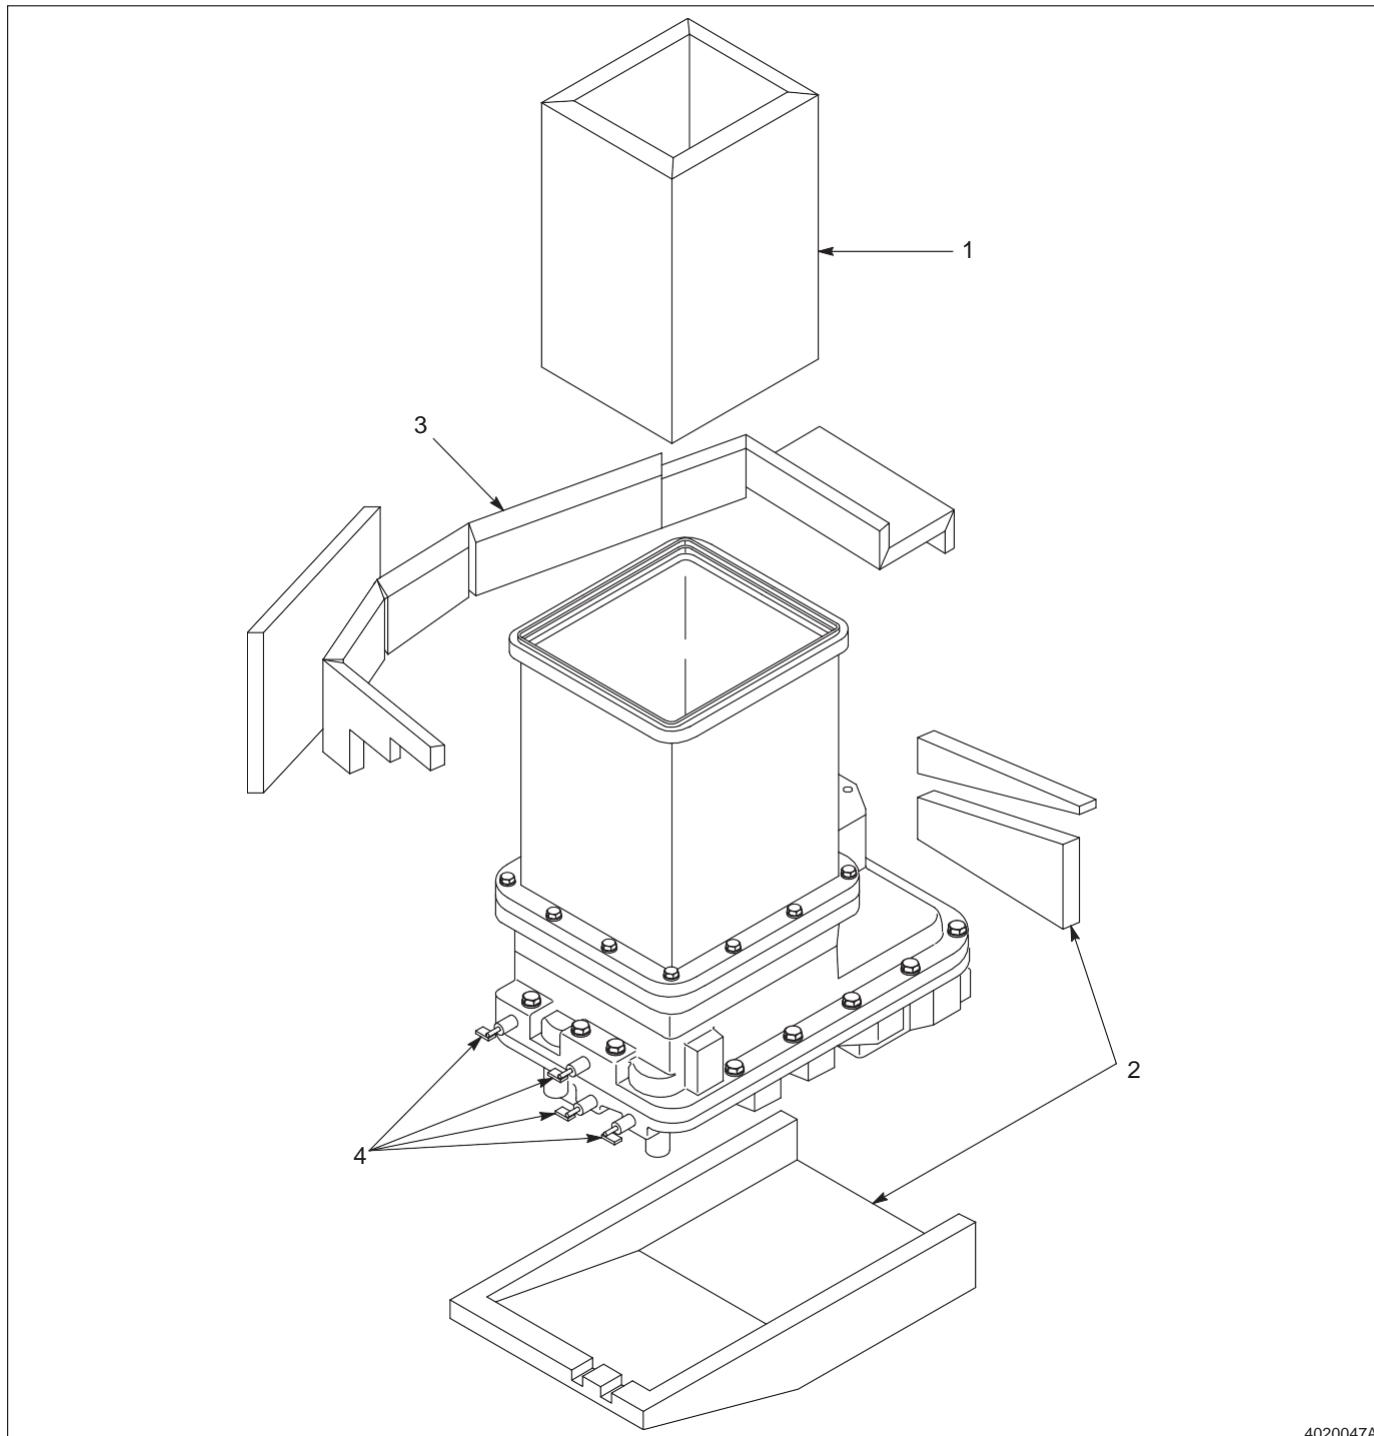

Fig. C 1-5 Removendo o ilolamento
8. Ver a Figura C 1-5.
2. Remover os dois parafusos, arruelas e porcas sextavadas (7) que seguram a extremidade do coletor do reservatório na base.
3. Remover o painel de controle do gás (8) para ter acesso aos parafusos que seguram a extremidade da calha do reservatório na base. Soltar os dois parafusos (4).
4. Cuidadosamente retirar o tanque e o coletor do processador. Os espaçadores (3) entre o coletor e a base podem ficar frouxos neste momento. Se não, removê-los manualmente e colocá-los a parte.
5. Ver a Figura C 1-5.
4. Ver a Figura C 1-5.
2. Cuidadosamente colocar a grade (1) no reservatório para que os pinos de alinhamento e os orifícios do parafuso fiquem corretamente alinhados.
## 3. Ver a Figura C 1-5.